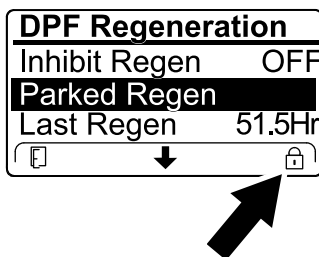

Figure 53
- Si le calculateur moteur demande une régénération d'urgence ou est en train d'en exécuter une, et que vous naviguez jusqu'à l'option PARKED REGEN, la régénération en stationnement se bloque et l'icône de blocage (Figure 53) apparaît en bas à droite de l'InfoCenter.